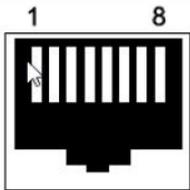

Abbildung 4
- Für Anschluss ET340 und ES kompakt über RS485-Schnittstelle, siehe *Abbildung 4*